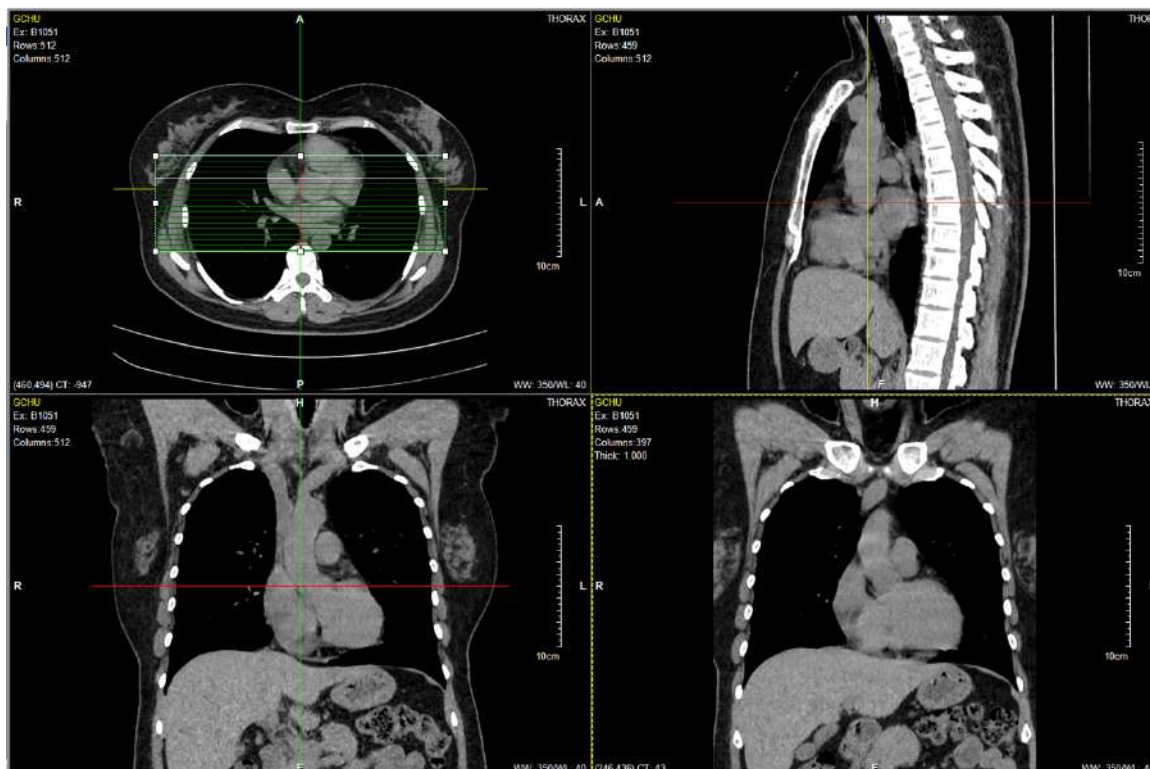

Рисунок7-3 MPR-снимки
5. Выбрать MPR-изображения для обработки и затем нажать на кнопку и позиции фрагментов изображения появляются на целевом изображении. Восстановленные изображения генерируются в нижней правой части, как показано на Рисунок7-3.